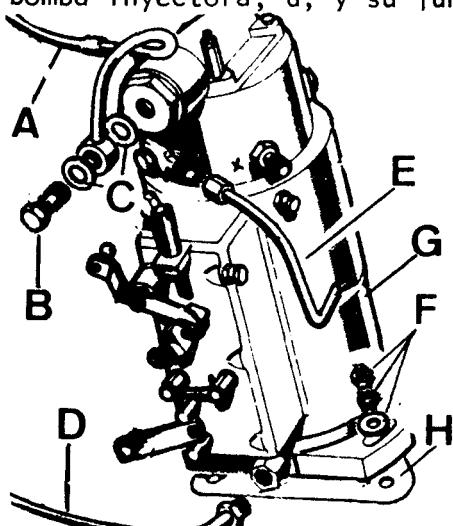

Fig. A1-39 Desmontaje de la bomba inyectora
- 1.6. Desconectar la tubería, A (Fig. A1-39) de entrada de combustible a la bomba, desmontando el racord, B, y sus arandelas de estanqueidad, C.
- 1.7. Desconectar la tubería, D (Fig. A1-39) del sobrante de gas-oil de la bomba.
- 1.8. Desmontar las cuatro tuberías de salida de gas-oil (alta presión), E (Fig. A1-39).
- 1.9. Desmontar las tuercas y arandelas de fijación, F (Fig. A1-39), extraer la bomba inyectora, G, y su junta, H.
- 2.6. Montar las tuberías de alta presión, E (Fig. A1-39), teniendo en cuenta el sentido de trabajo de la bomba inyectora y que la salida marcada con (x) - corresponde al cilindro n° 1.